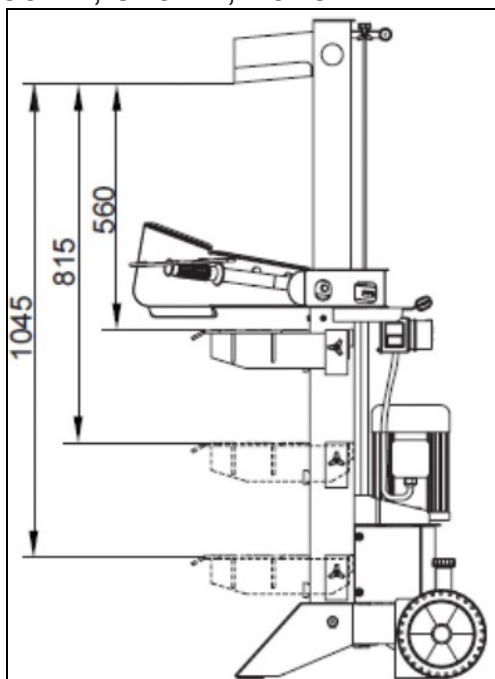

Рис. 7 Регулировка стола
9. Установите стол в необходимое положение в соответствии с Рис. 7 и надежно закрепите кронштейны болтами. Стол может быть установлен в 3-х положениях для работы – 560мм, 810мм, 1045мм